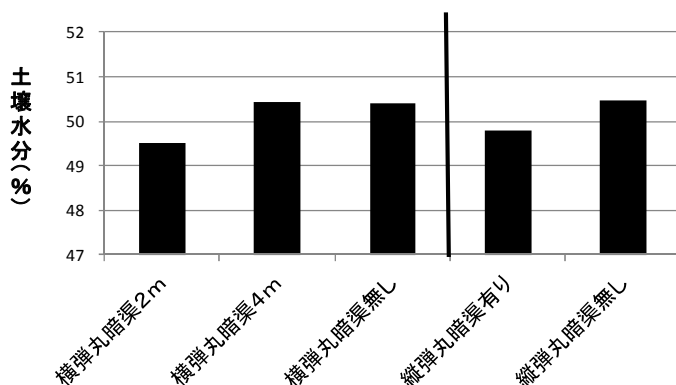

図1 降雨量21.5mm/日の6日後の地下5cmの土壌水分(2012年3月7日)
- ① 地下 25cm 位置に弾丸暗渠を施工し、明渠と繋げることで地表の排水性が改善され、麦の収量性は高まる。なお、明渠は 5 m 間隔で、また、弾丸暗渠は本暗渠と直交する方向に 2 m 間隔で施工すると効果的である（図 1、表 1）。